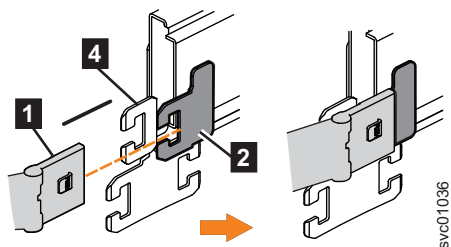

Figure 74. Installation du connecteur interne de l'élément supérieur du bras de routage des câbles sur l'élément interne de la glissière de support
2. Installez le connecteur interne de l'élément supérieur du bras de routage des câbles (**1**) sur l'élément interne de la glissière de support gauche (**2**), comme indiqué dans la figure 74, à la page 80.